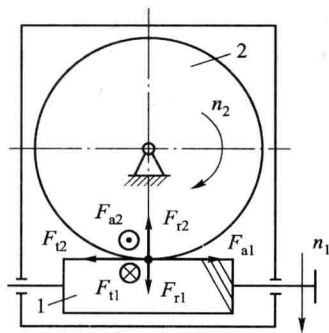

图 7.7
(1) 蜗杆转向如图 7.7 所示。因为蜗杆为右旋, 故蜗轮轮齿也为右旋。
各分力的方向如图 7.7 所示。